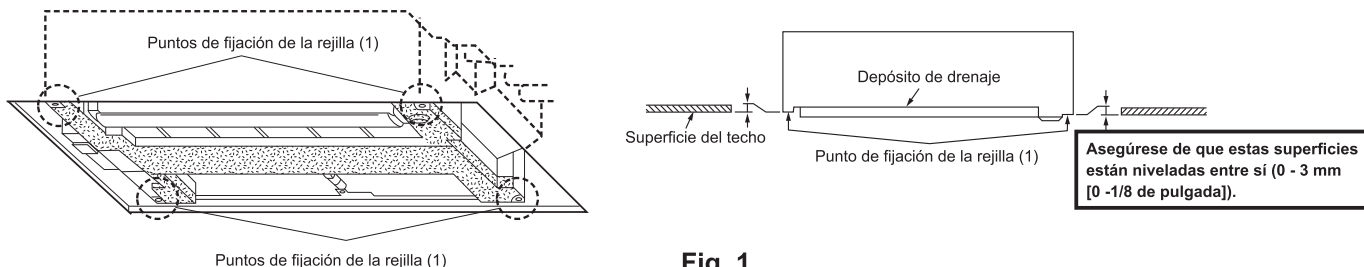

Fig. 1
- Antes de instalar la rejilla (1), asegúrese de que la unidad interior encaja con la abertura del techo (o paralela a la junta entre el techo y la pared).
- **Compruebe que los 4 puntos de fijación de la rejilla (1) en la unidad interior queden nivelados con la superficie del techo.**
Utilice la plantilla de instalación facilitada con la unidad interior para decidir la posición de dicha unidad de forma que los 4 puntos de fijación de la rejilla (1) queden nivelados con la superficie del techo con una tolerancia de 3 mm (1/8 de pulgada). (Fig. 1)